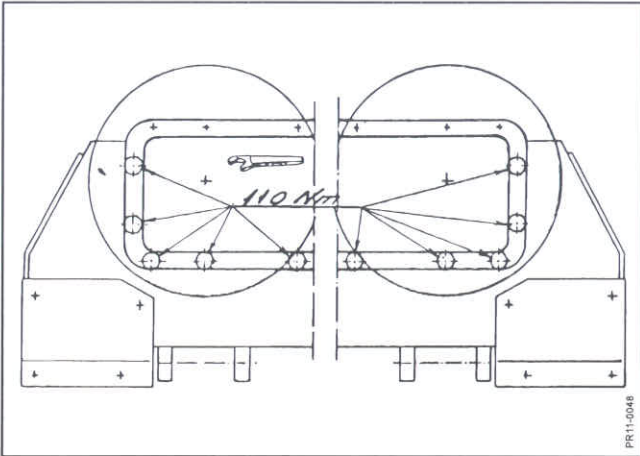

Fig. 6-4
- Fig. 6-4** For at undgå skadelige rystelser skal bjælken være godt fastspændt. 110 Nm (11 Kpm). Bolte ved bjælkeender kontrolleres jævnligt.